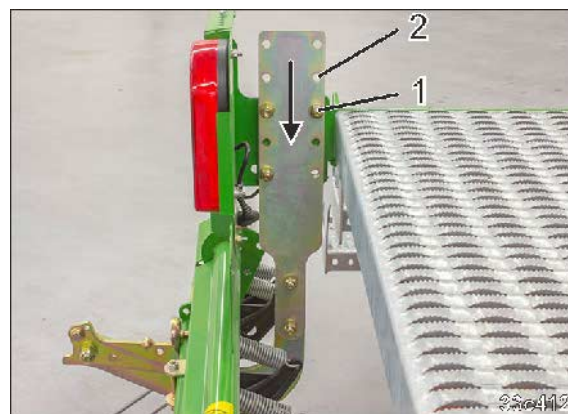

Рис. 171
- 4.1 Ослабьте винты (Рис. 171/1)
- 4.2 Переставьте держатели в новые отверстия (Рис. 171/2)